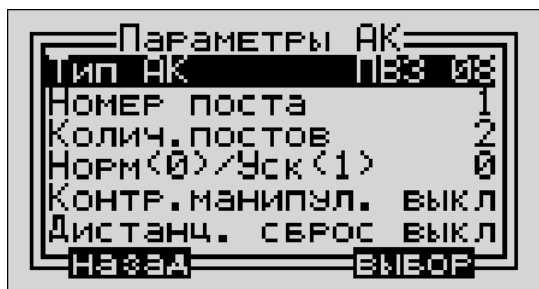

Рисунок 1.5
- в открывшемся окне (см. рисунок 1.5) клавишами  и  выбрать строку "ТИП АК", нажать клавишу "ВЫБОР". Редалируемый параметр мигает. Клавишами  и  выбрать режим автоконтроля ПВЗ-90 и нажать клавишу "ОК".
Контроль начинается с того, что передатчик, который активизирует автоконтроль, посылает в канал импульс запроса (команда "ПУСК АК", контакты А27, С27 блока БЦОС), представляющий собой немодулированную посылку длительностью 60 мс (см. рисунок 1.5).